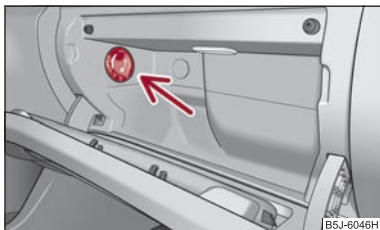

Abb. 81 Ablagefach: Bedienung der Kühlung
- Mit dem Drehschalter ⇒ Abb. 81 schalten Sie die Kühlung ein bzw. aus.